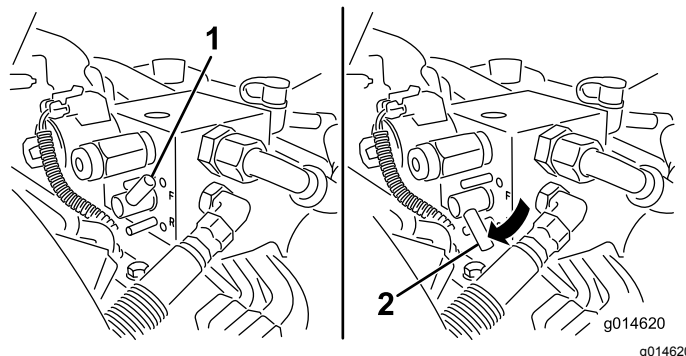

Figura 51
5. Rode a alavanca de retificação para a posição PARA TRÁS (R) (**Figura 51**).